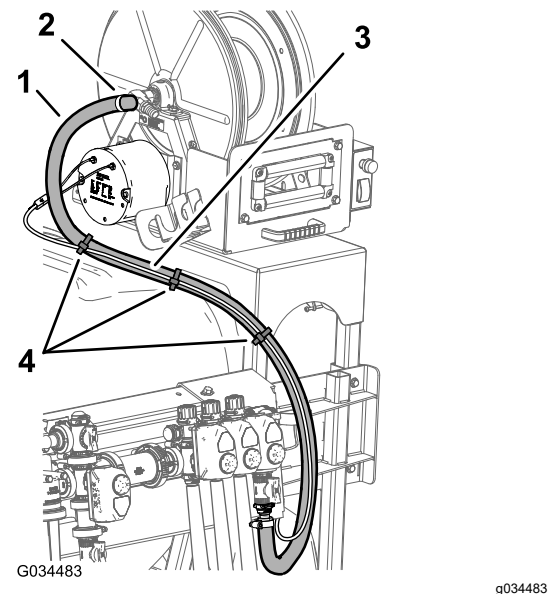

Figura 39
5. Ligue o tubo de 180 cm à união estriada do tubo no cilindro de tubagem e prenda o tubo à união com uma abraçadeira de tubos como se mostra na Figura 39.
6. Prenda a cablagem do kit do cilindro articulado da tubagem para a tubagem de alimentação para o cilindro utilizando 3 braçadeiras de cabos (Figura 39).